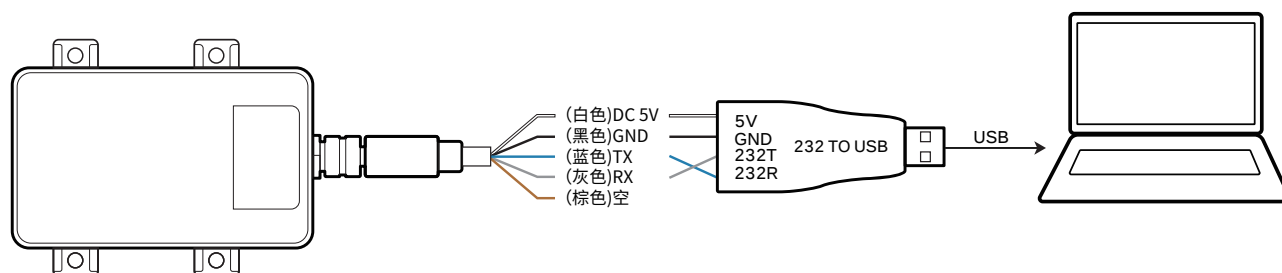

图 3. L4s/L4s-Filled 接 USB 转 232 接线图（棕色线不接）
1. 按照图 3 所示，白色的线接 232 转 USB 转换器的 5V 直流电源，黑色的线接转换器的 GND；